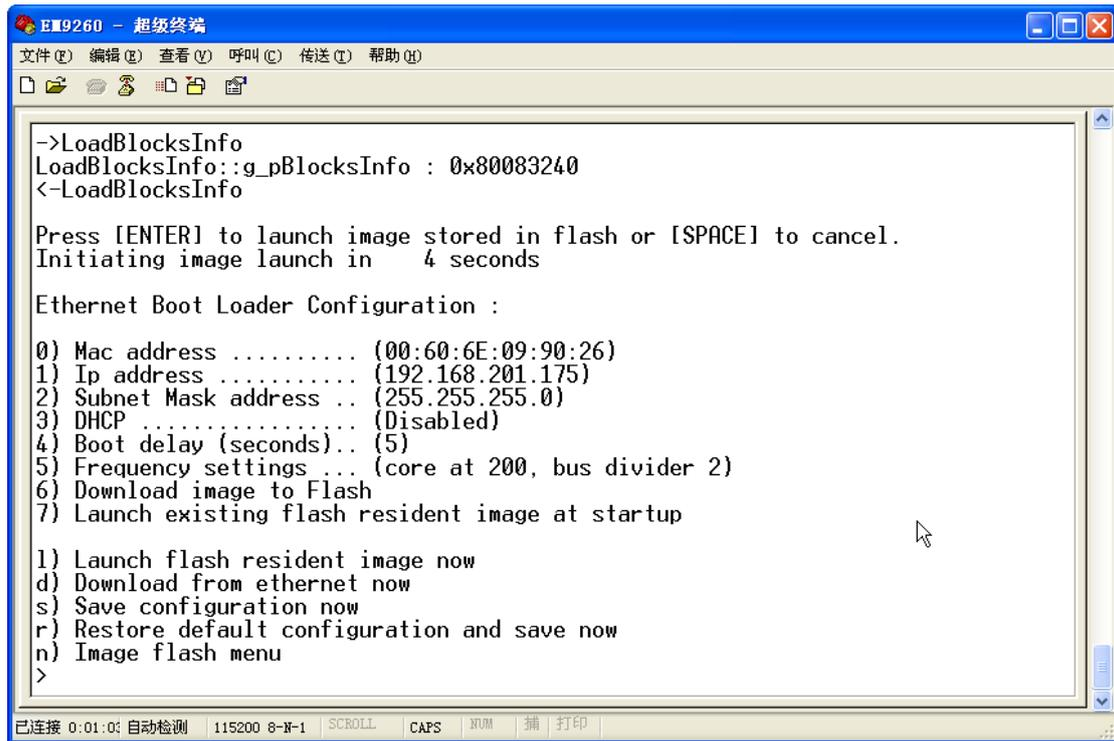
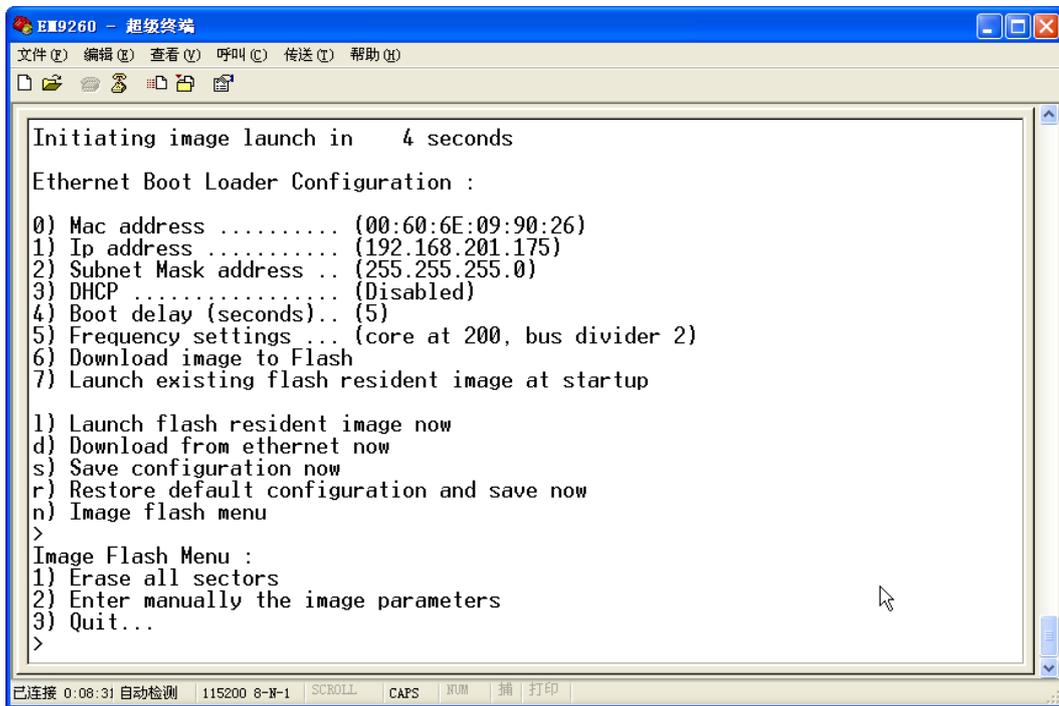
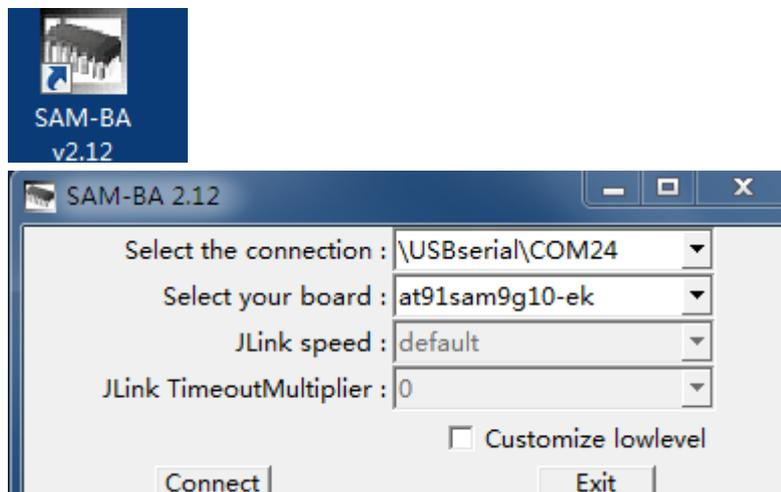

图 1 EBOOT 启动画面
图 2 擦除 NandFlash 界面
图 3
- 1、连接 PC 机 COM 与 EM9161G 的物理 COM1 口，在 PC 机上打开超级终端（具体设置方法请参考 <http://www.emtronix.com/faq.asp#291>），设置波特率为 115200、1 位停止位、无奇偶校验，无硬件控制流。用 USB 线连接电脑的 usb 口和 EM9161G 的 USB\_DEVICE 口（CN5）。然后启动 EM9161G。从超级终端上看到 EBOOT 启动，按空格键进入如图 1 所示。
1、在如图 1 所示命令提示符下，输入 N。出现如图 2 所示
2、在如图 2 所示命令提示符下，输入 1。稍等 3 秒钟，等出现命令提示符后，复位开发板，电脑应该有找到新硬件的提示，按“下一步”，让系统自动搜索驱动，直到成功提示。超级终端显示>RomBOOT，由于 WIN7 的 PC 机将 USB 识别成不固定的虚拟 COM 口，因此需要更改内核下面的批处理文件。首先检查 USB 连接，打开桌面的 2.12 工具，如图 3 所示